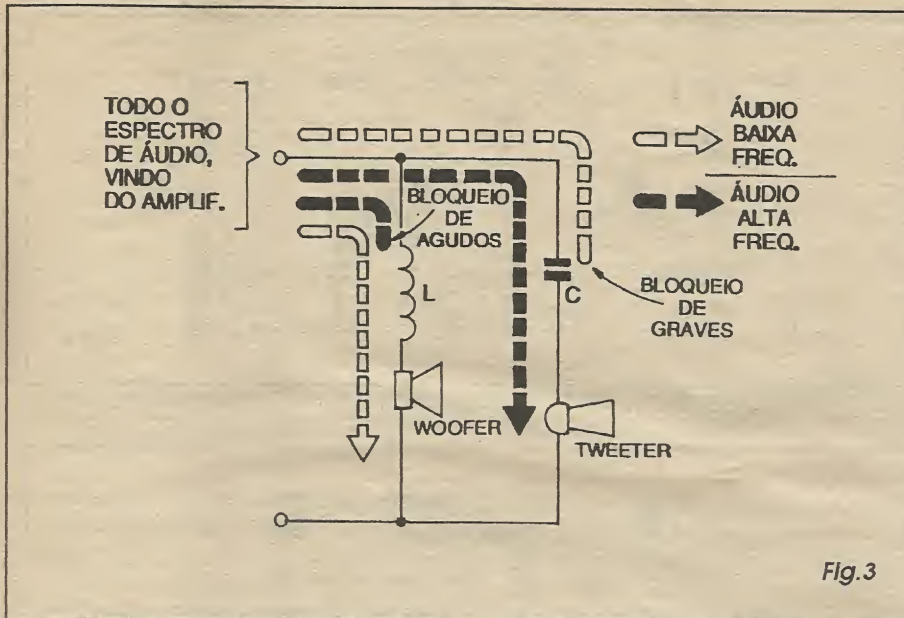

Fig. 3
- FIG. 3 - O DESVIO E O ENCAMINHAMENTO DAS FREQUÊNCIAS, EFETUADO POR CAPACITORES E INDUTORES... - Vocês, leitores/alunos já aprenderam, nas distantes Aulas 2 e 4 do ABCDE, as características e propriedades dos capacitores e indutores... Entretanto, tais componentes também apresentam inerentes e interessantes propriedades com respeito à **frequência** dos sinais a que são submetidos, ou que por eles transitam em circuito ou arranjo...! Observe, então, a FIG. 3 e considerem o seguinte:
efeitos da REATÂNCIA CAPACITIVA e REATÂNCIA INDUTIVA, usando-se alguns arranjos mais ou menos padronizados (como os da FIG. 3) não é difícil promover a separação das tonalidades extremas, graves e agudos... Ainda lembrando que com os indutores e capacitores podemos tanto bloquear quanto *desviar* certas faixas específicas de frequência, observem a seguir como redes específicas para as tonalidades **médias** também podem ser estabelecidas: